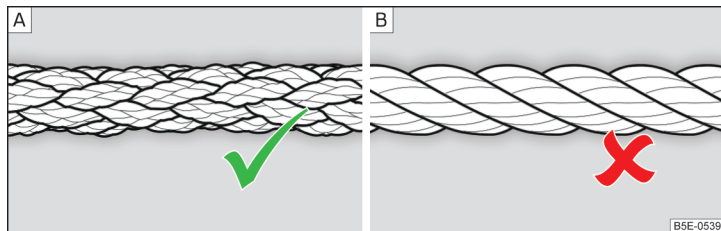

Fig. 158 Flettet slæbetov / Viklet slæbetov
Ved bugsering ved hjælp af et slæbetov må du kun anvende et flettet tov af kunstfiber » Fig. 158 – [A] » **!**.
- I forbindelse med bugsering må du ikke anvende et viklet slæbetov » Fig. 158 – [B], slæbeøj